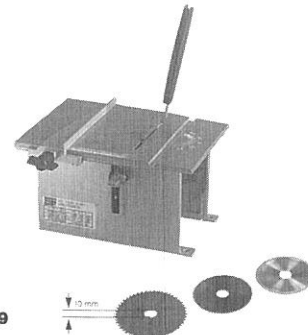

Abb. 9
4. Mini-Stichsäge No. 1200 (Abb. 9)
(Abb. 9) Pour bois jusqu'à 5 mm, plastic jusqu'à 2 mm (incl. époxie pour l'électronique), métaux non ferreux de 0,5 à 1 mm Réglage en hauteur des lames de scie, protection, guide pour couper en équerre. Arrêt avec division millimétrique. Dimensions de la tablette: 160 x 120 mm Courant continu 12–18 V – 2,5 A en moyenne 18.000 tours/min. max à vide – Puissance 130 W max. Complète avec clef de serrage, arrêt, dispositif pour coupe en équerre, lame circulaire.